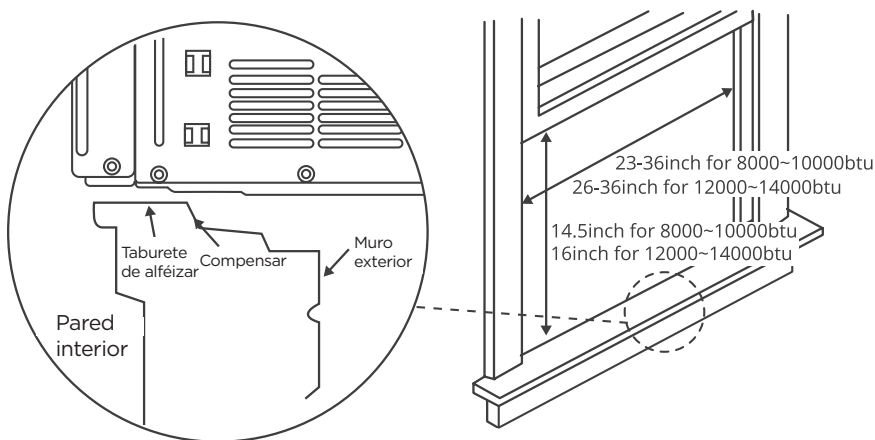

Fig.1
- El marco inferior (la parte inferior de la ventana que se mueve hacia arriba y hacia abajo) debe permitir 14,5" de separación vertical cuando está abierta, para 8000 BTU - 10000 BTU. (Ver Fig.1). para 16" de separación vertical cuando está abierta, para 12000 BTU - 14000 BTU. (Ver Fig.1).